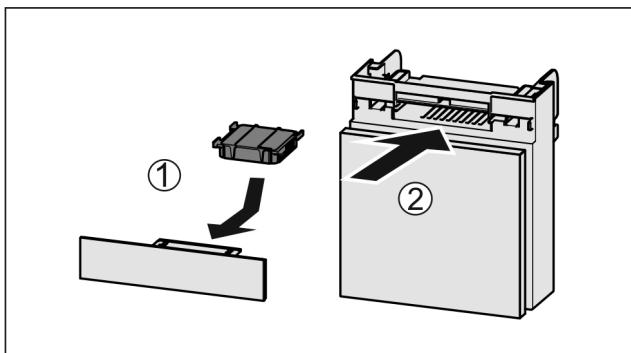

Fig. 76
- Установите фильтр с активированным углем, как показано на рисунке Fig. 76 (1).
- Вставьте отделение Fig. 76 (2).